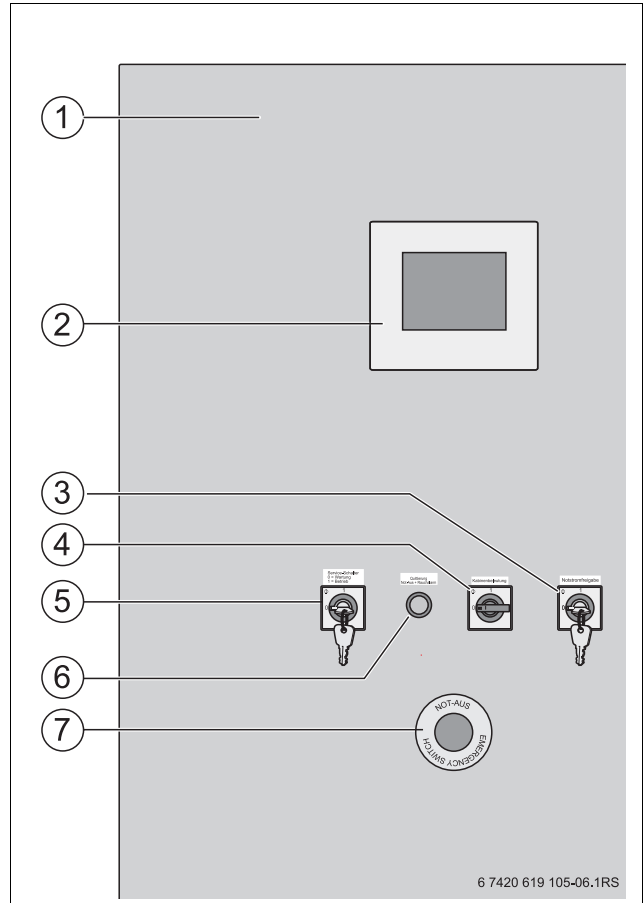

Рис. 4 Часть электрошкафа с элементами управления
- Кнопка аварийного выключения (→ рис. 4 [7], стр. 16)